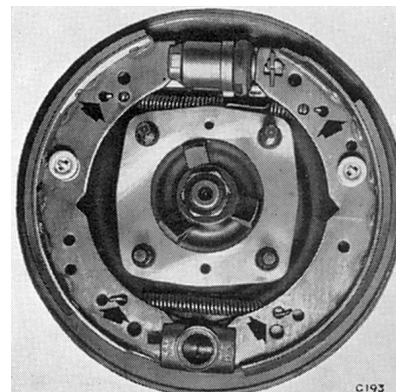

Fig 15.
**Jeux des soupapes (Fig. 15)**